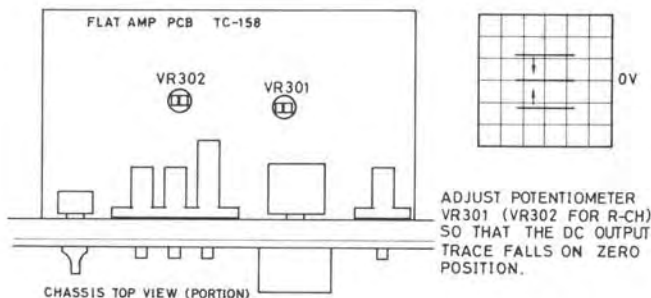

Fig. 5
2. Adjust potentiometer VR301 for L-ch (VR-302 for R-ch) on TC-158 p-c board until the DC voltage present at the output terminal is within  $0 \pm 2\text{mV}$ . See Fig. 5.
2. Ajuster le potentiomètre VR301 pour le canal de gauche (VR-302 pour le canal de droite) sur la plaquette TC-158 jusqu'à ce que la tension CC présente sur la borne de sortie s'établisse à  $0 \pm 2\text{mV}$ . Voir Fig. 5.